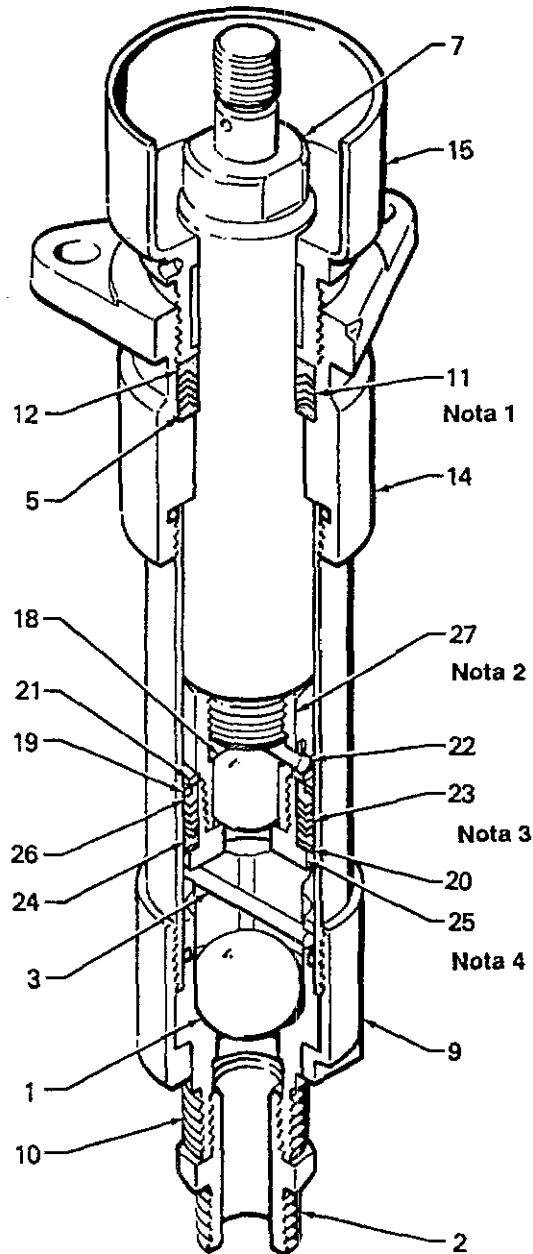

Figura 1
Fijar el alojamiento del mecanismo (14) en una prensa, asir el cilindro (13) con una llave de correa y desatornillar el anillo retén (9). Si el anillo (9) estuviera agarrotado, poner aceite en las roscas y golpear delicadamente alrededor del anillo con una maceta liviana. Ver la Figura 1.
Instalar las piezas del pistón en el orden correcto como se muestra en la Figura 1. Cerciorarse de que las guarniciones en V (23) estén hacia arriba. Introducir la clavija tope de bola (22) en los orificios premarcados del espárrago (27). Atornillar el espárrago (25) en el espárrago (27) y apretar con par 122 N.m. Introducir la varilla de desplazamiento por la parte inferior del cilindro. Atornillar el espárrago (27) en la varilla de desplazamiento y apretar con par 75 N.m.